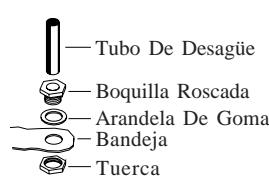

Fig. 2
- Instale el montaje de desagüe.** Quite la tuerca y pase la boquilla por el agujero de la bandeja, colocando la arandela de goma entre la bandeja y la cabeza de la boquilla (véase fig. 2). Coloque la tuerca en la boquilla y atorníllela hasta que quede apretada contra la parte inferior de la bandeja. Inserte el tubo de desagüe en la boquilla para retener el agua. El tubo de desagüe se puede quitar para desaguar el agua de la bandeja cuando sea necesario. Se puede conectar una manguera de jardín a la boquilla para desaguar el agua hacia otra parte.